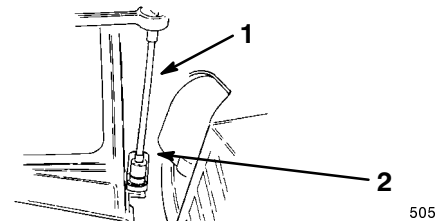

Figure 37
**Note:** Vous aurez peut-être besoin d'une rallonge de clé à douille (Fig. 37).